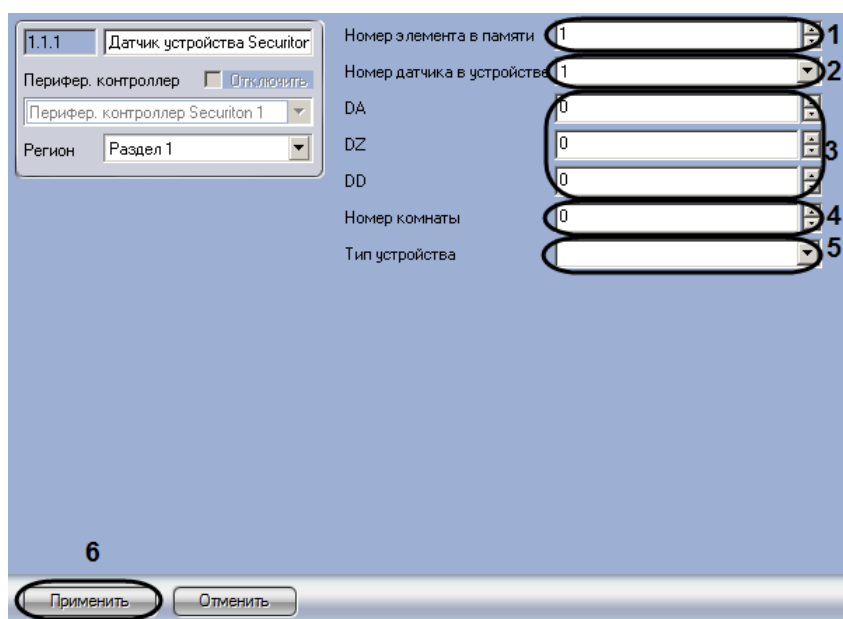

Рис. 3.4—10 Настройка датчика
2. В поле **Номер элемента в памяти** ввести с помощью кнопок **вверх-вниз** уникальный среди объектов данного типа номер датчика (см. Рис. 3.4—10, 1).
3. Из раскрывающегося списка **Номер датчика в устройстве** выбрать номер датчика (см. Рис. 3.4—10, 2). Данное значение не используется в случае, если объект соответствует датчику SecuriPro.